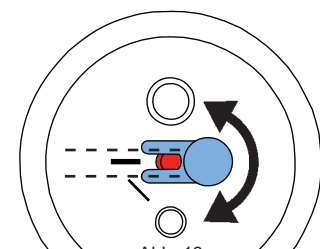

Abb. 13
- Bei Strahlentanks 25-70µm muß die Dosierdüse ausgerichtet werden (Abb.13)!